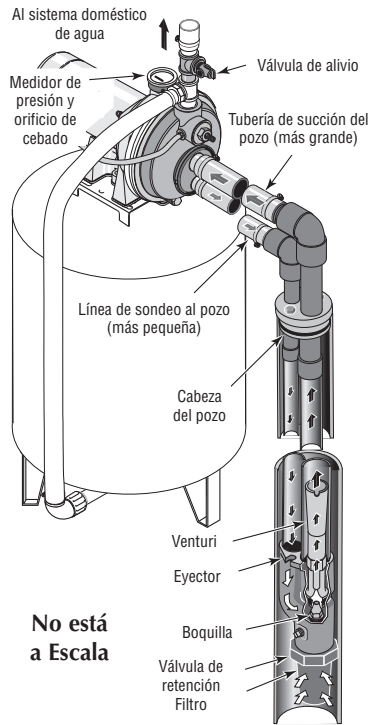

Figura 10 - Pozos Profundos de 4" y Más Grandes
2. Instale el kit de eyector FP4800 (**se vende por separado**). Vea la Figura 10. Siga las instrucciones que vienen incluidas en el kit para ajustar la boquilla y el venturi a las condiciones de su pozo.